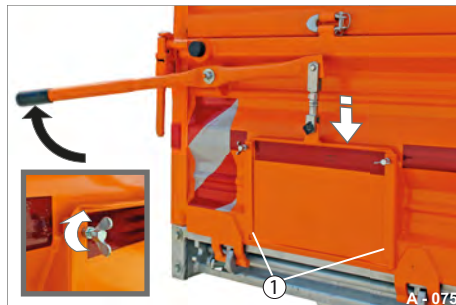

Abb. 97 Dosierschieber geschlossen
- ▶ Säubern Sie die Laufschlitze (Abb. 97/1) der Schiebe-Klappe vor Verunreinigungen.